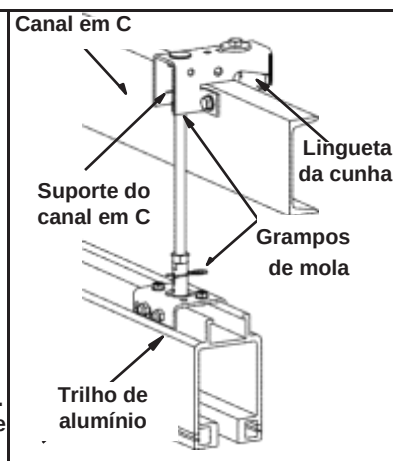

Figura 3-23
- Etapa 4. Prenda a cunha no aço estrutural, apertando a porca autotravante M12 nos parafusos de cabeça sextavada M12 x 100 mm. Não aperte excessivamente. Consulte a Figura 3-23.